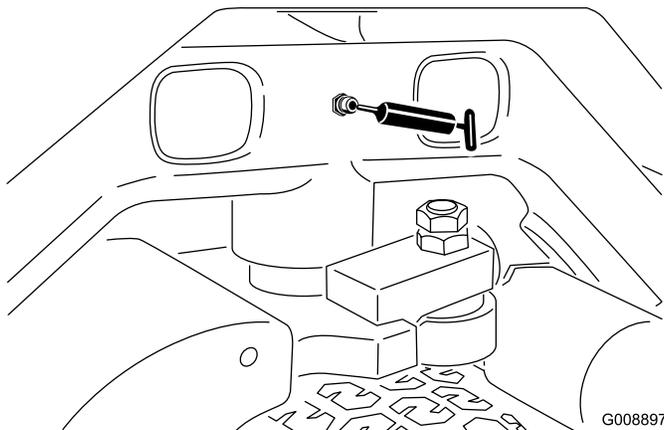

**Рисунок 54**
- Цилиндр поворота и подъема заднего подъемного рычага (2) (Рисунок 54)